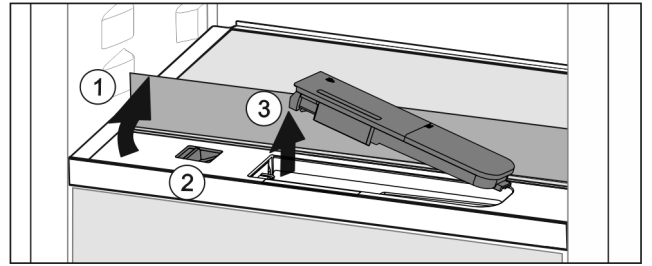

Fig. 109
- ▷ 抬起玻璃隔板, 将其向后翻转至止挡 Fig. 109 (1)。
- ▶ 向左推滑块 Fig. 109 (2)。
- ▶ 取出水箱 Fig. 109 (3)。